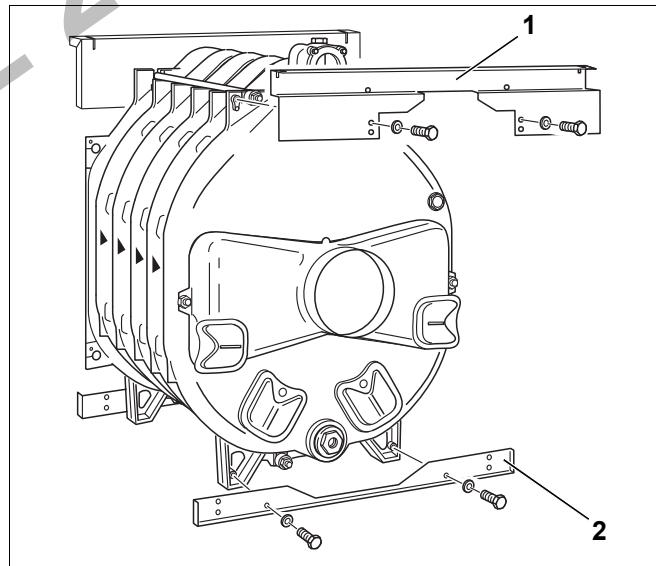

Рис. 31 Монтаж задних траверс
- ▶ Зафиксируйте верхнюю заднюю поперечную траверсу (рис. 31, [1]) на литом выступе и закрепите болтами (M 8 x 15) на задней секции. Отбортовка верхней поперечной траверсы должна быть направлена **вперед**.
- ▶ Закрепите нижнюю поперечную траверсу (рис. 31, [2]) двумя болтами (M 8 x 15) на ножках задней секции. Отбортовка нижней поперечной траверсы должна быть направлена назад.